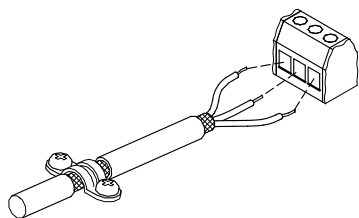

Fig. 38 Ejemplo de cable pelado con pantalla
- Dejar la pantalla lo más cerca posible de los terminales de conexión. Ver fig. 38.